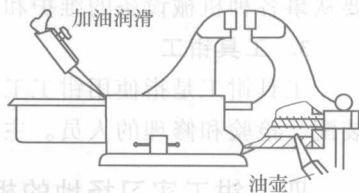

图 1-9 加润滑油
- 4) 螺母、丝杠及滑动导轨表面应经常加润滑油,保证台虎钳使用灵活,如图1-9所示。